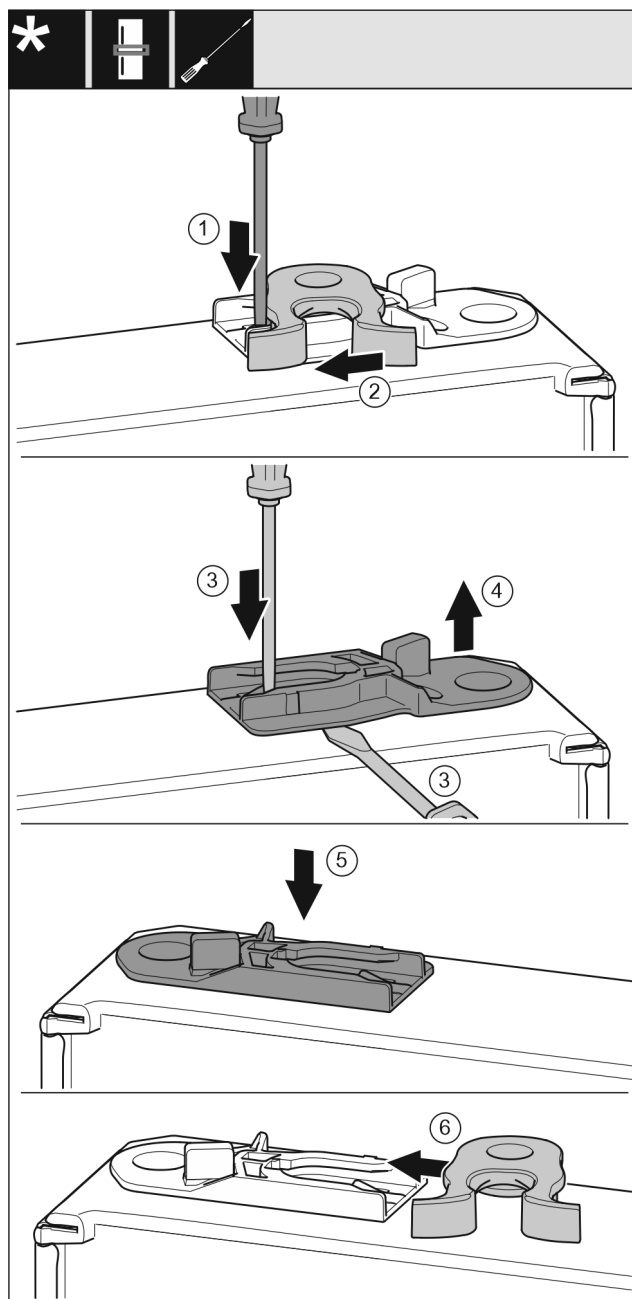

Fig. 20
- За допомогою шліцевої викрутки притисніть накладку Fig. 20 (1) униз.
- Витягніть із напрямної запірний гачок Fig. 20 (2).
- Витягніть направляюче гніздо Fig. 20 (3, 4): Натисніть шліцевою викруткою накладку і одночасно підведіть її під направляюче гніздо.
- Направляюче гніздо Fig. 20 (5), що входить до складу поставки, вставити з іншого боку корпусу. Пристрої без демфера:
- Вставте запірний гачок Fig. 20 (6) в направляючу.